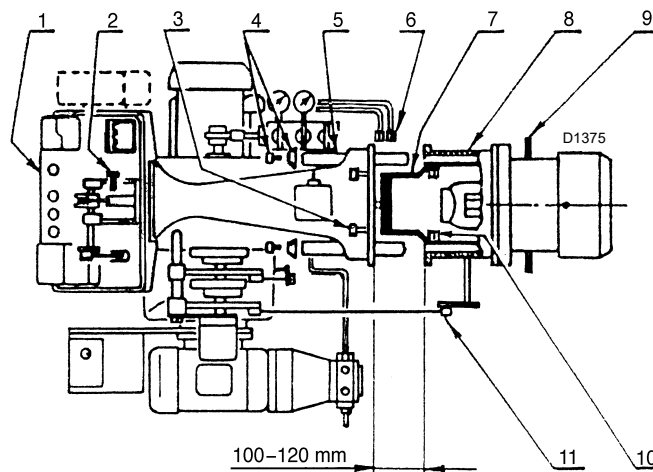

Рис. 43
- Чтобы отсоединить горелку от жаровой трубы, выполните следующее (Рис. 43):